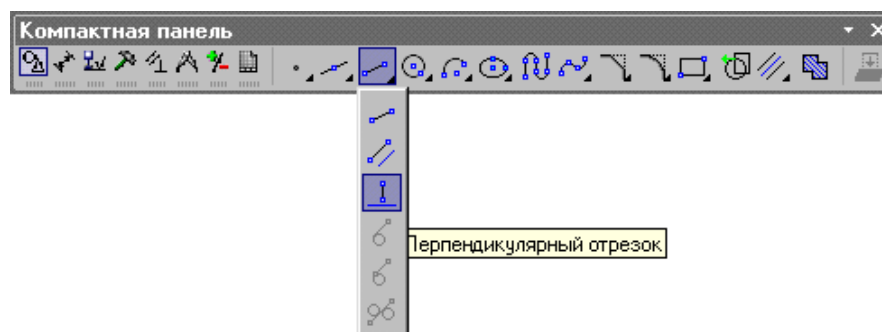

Рисунок 4.18 Вызов команды **Перпендикулярный отрезок** (Пример всплывающей подсказки).
3. Не отпуская левую кнопку мыши, поместите курсор на кнопку команды **Перпендикулярный отрезок**. Отпустите кнопку мыши. Правильно выбрать команду поможет автоматически появляющийся ярлычок-подсказка (рисунок 4.18).